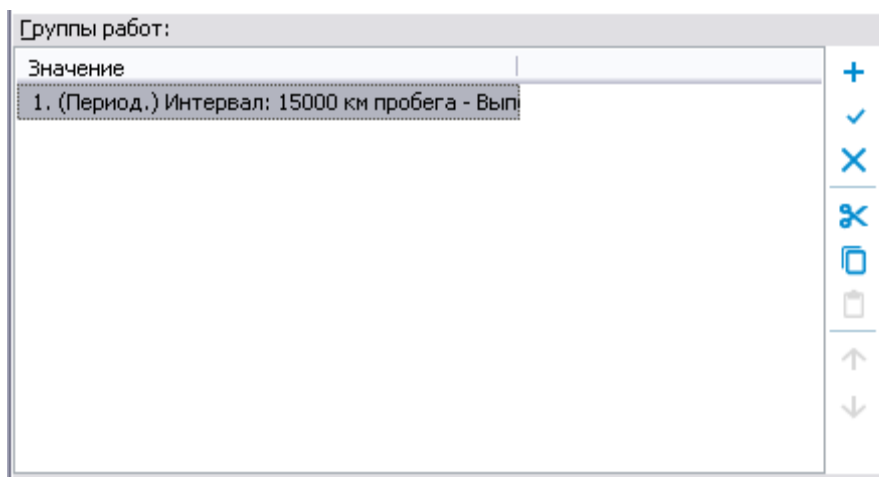

Рисунок 791
3) Наименование группы работ появится в окне **Группы работ** (рисунок 791).